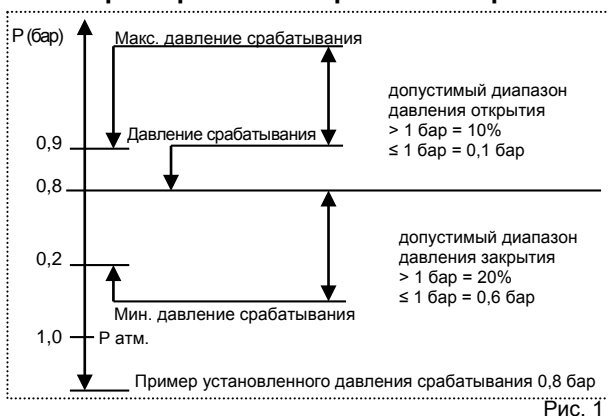
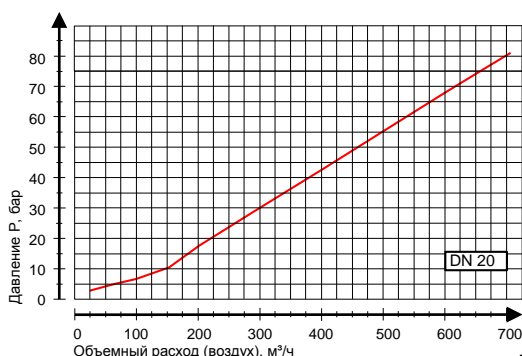
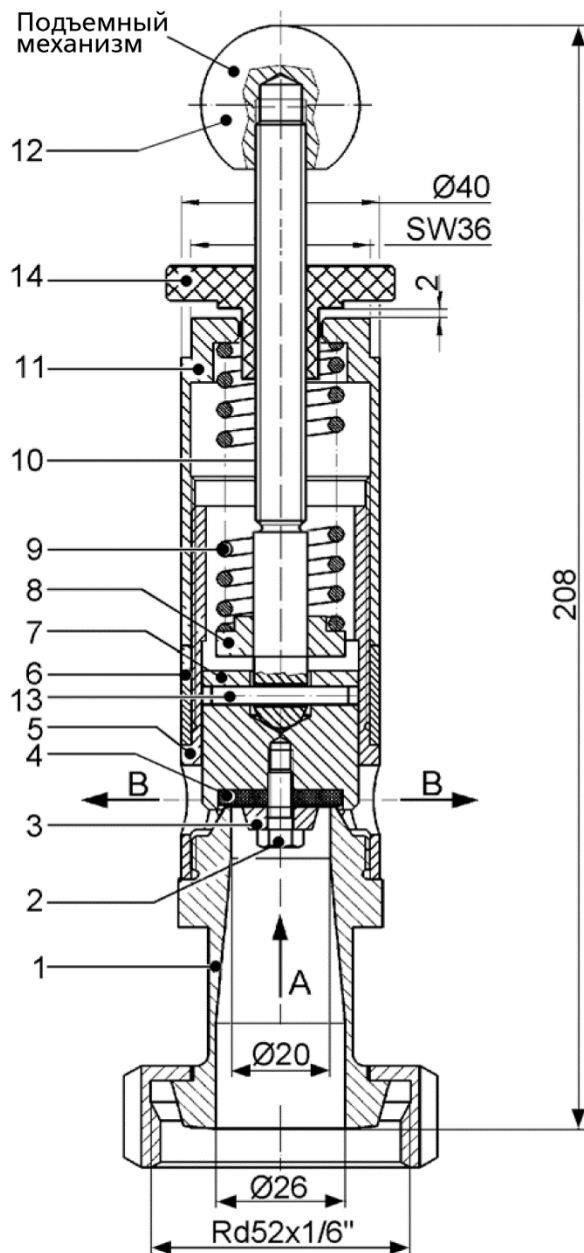

Рис. 1
Рис. 2
Рис. 3
Предохранительные клапаны используются для предотвращения повреждения емкостей при образовании в них избыточного давления. В основном, давление срабатывания клапана устанавливается несколько большим, чем рабочее давление в емкости. Клапан открывается в противоположном направлении действия пружины, при превышении уровня давления в емкости установленного значения срабатывания клапана. Пример работы клапана указан на (рис. 1), а диаграмма расхода (рис. 2) зависит от допустимого максимального давления открытия клапана (см. рис. 1).
Вращайте по часовой стрелке выпускное кольцо (14) к регулировочной гайке (11). Диск (7) опустится против направления (А). Оставьте расстояние 2 мм (см. рис. 3).
Предпочтительное положение установки предохранительного клапана – вертикальное (см. рис. 3). После установки необходимо убедиться в том, что клапан надежно закрыт. Для этого с помощью ручки (12) поднимите диск клапана (7). Также необходимо убедиться в корректности работы клапана в соответствии с указанными характеристиками (см. рис. 1 и рис. 2).